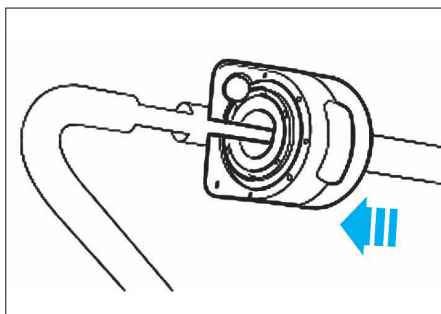

FIG. 16
- vérifier le positionnement des silentblocs de barre stabilisatrice, les mettre en place sans lubrifiant (Fig.16).